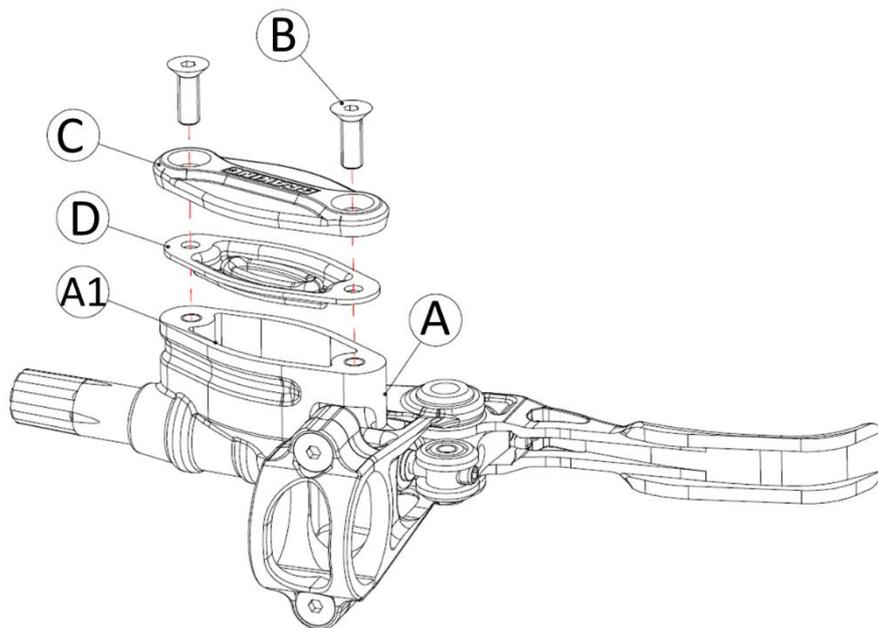

Figura 27: Apertura vaschetta per sostituzione olio
- 4) Togliere la membrana **D** dalla vaschetta **A1**, facendo attenzione ad eventuali perdite di fluido (**Figura 27**)